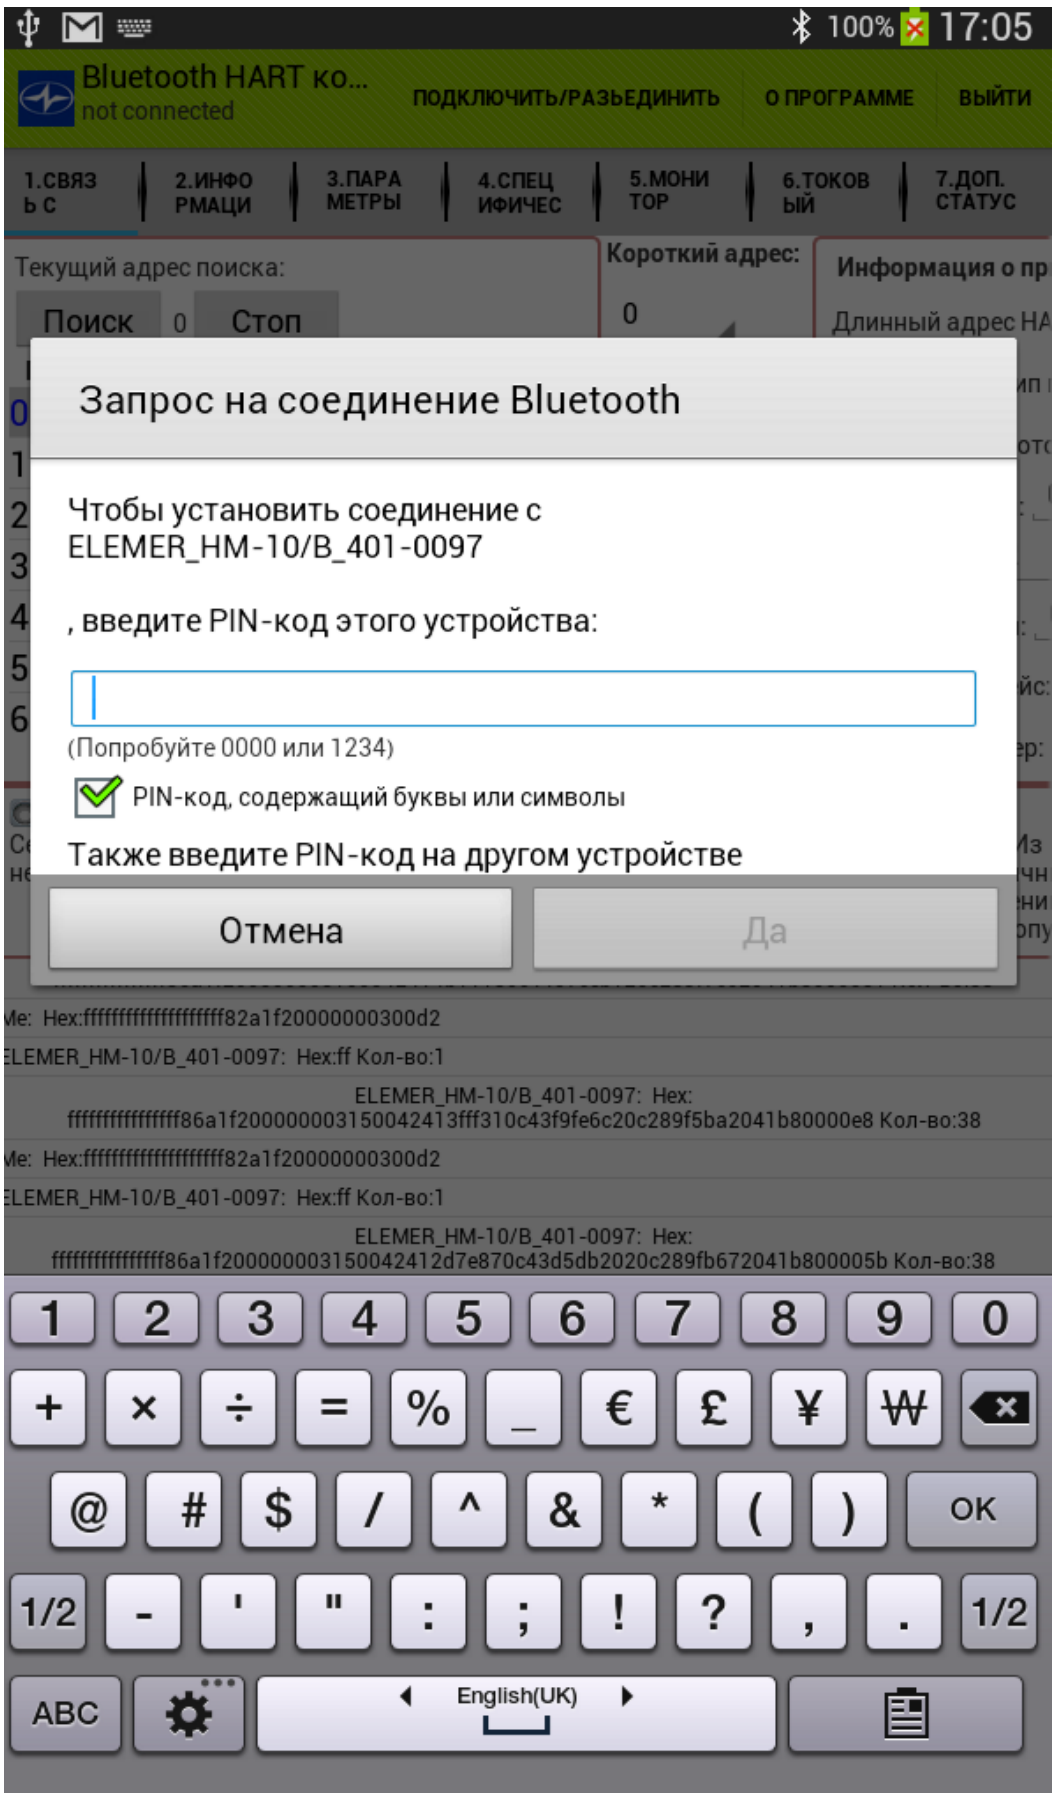

Рис. 3 Выбор Bluetooth-модема
- убедиться в появлении окна, изображённого на Рис.3;